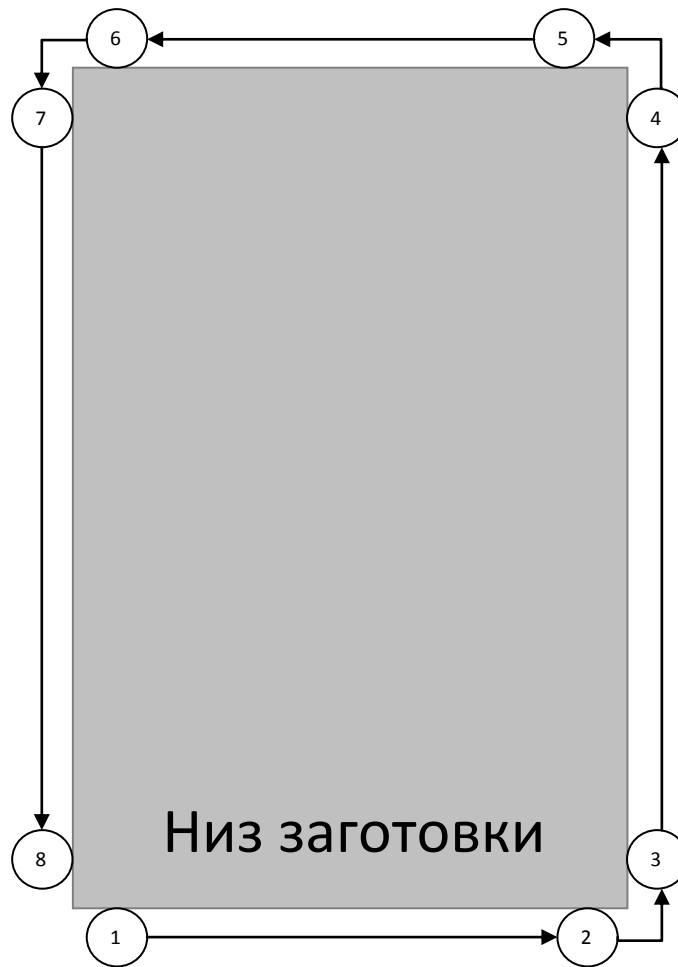
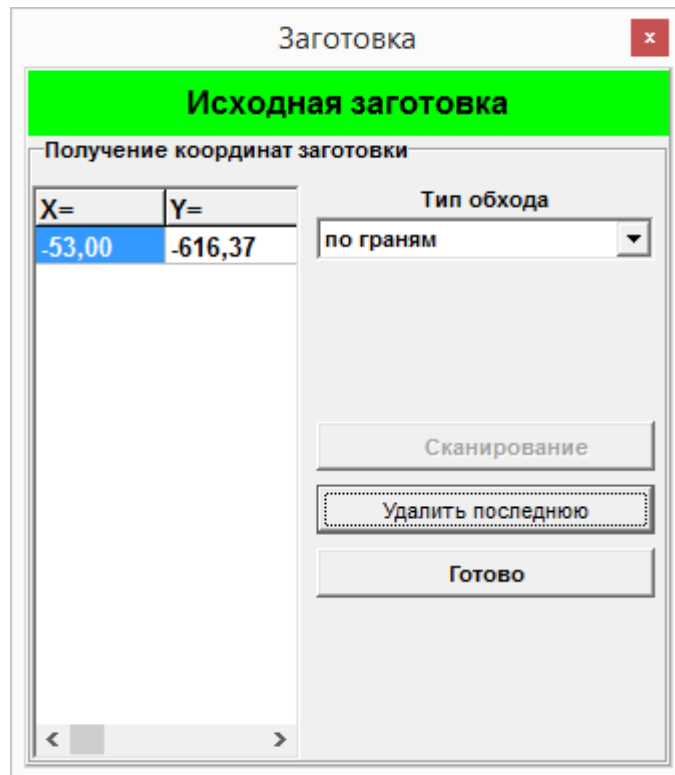

Рисунок 9.2
Рисунок 9.4
Используя пульт, подводим трос к нижней левой точке заготовки (позиция 1 рисунок 9.2, фото с рисунка 9.3).
Точка должна зафиксироваться в программе на компьютере. Надпись «Исходная заготовка» должна пять раз мигнуть зеленым цветом, а координаты точки появиться в таблице (рисунок 9.4). На пульте со световой индикацией лампа подсветки кнопки 5 тоже начнет мигать вместе с надписью «Исходная заготовка». То есть можно фиксировать точки, не глядя на экран компьютера. Далее подводим трос в правую нижнюю точку заготовки (позиция 2 рисунок 9.2, фото с рисунка 9.5).
**ВНИМАНИЕ!!!** Последовательность обхода строго определена. Сначала подходим к **ЛЕВОЙ** нижней точке (позиция 1 рисунок 9.2), потом к **ПРАВОЙ** нижней точке (позиция 2 рисунок 9.2) и дальше против часовой
стрелки (позиции 3-8 рисунок 9.2). Нарушение этой последовательности приведет к неправильной работе программы.